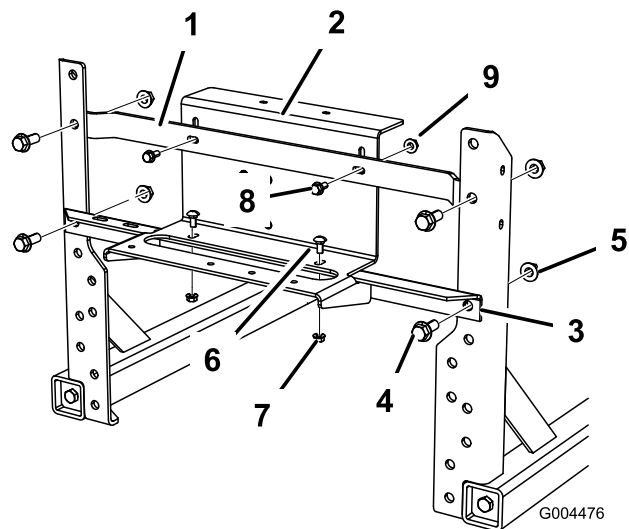

Figura 10
1. Coloque el travesaño inferior que ha retirado de los montantes de brazo antiguos utilizando los fijadores existentes (Figura 10).